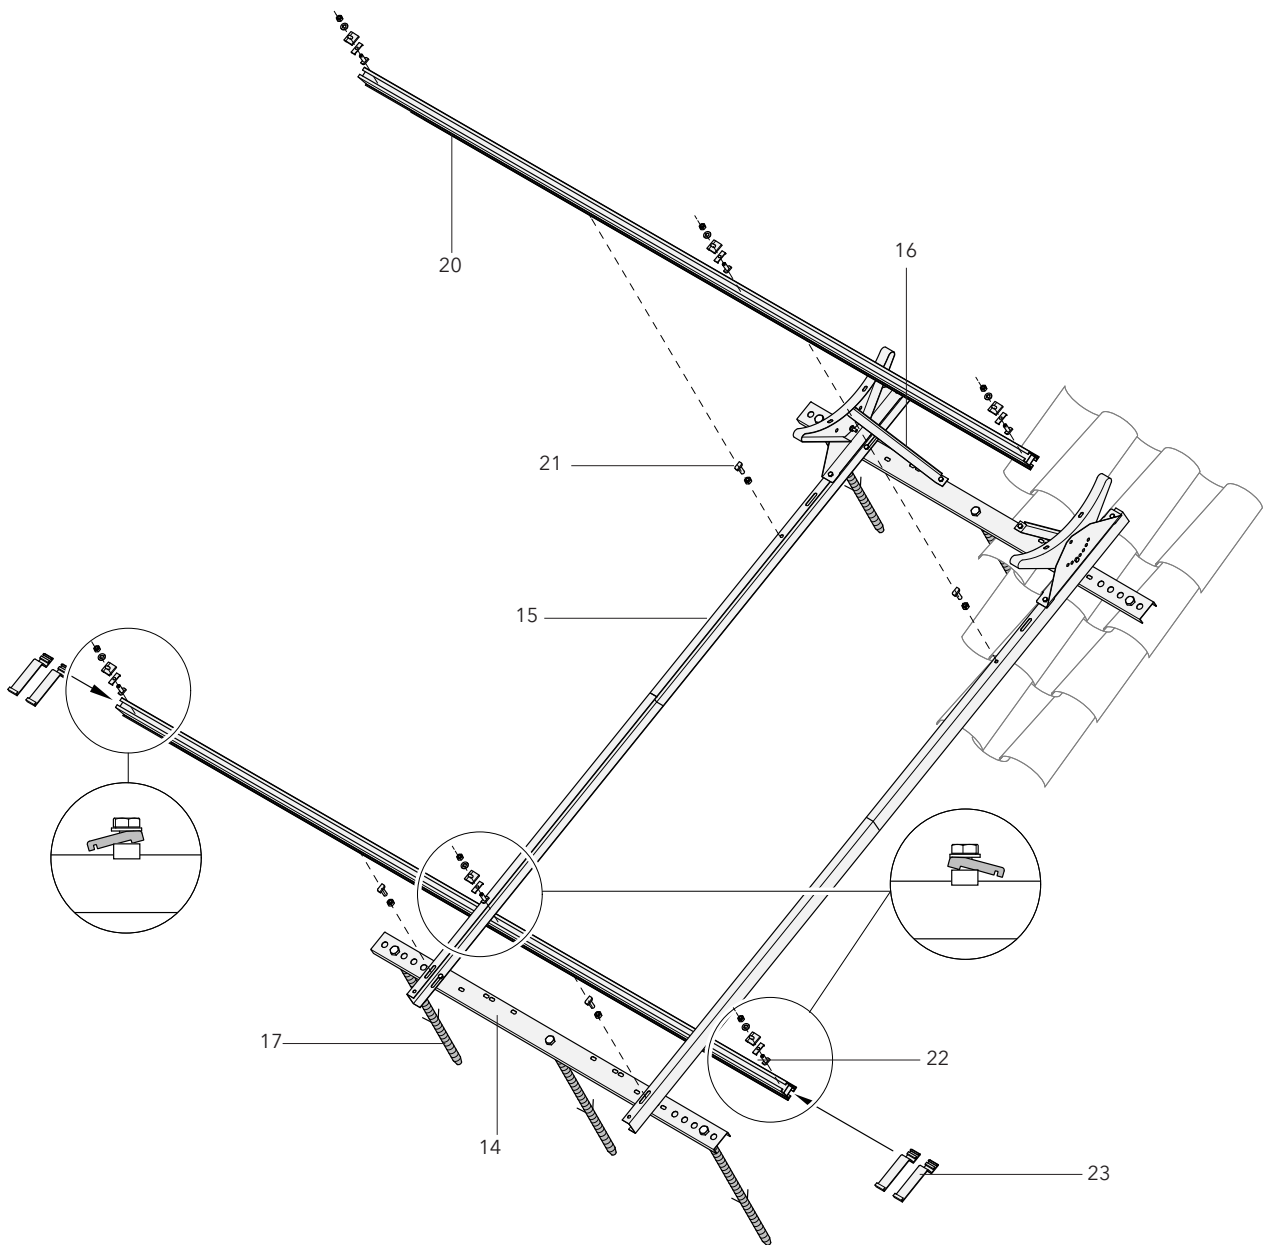
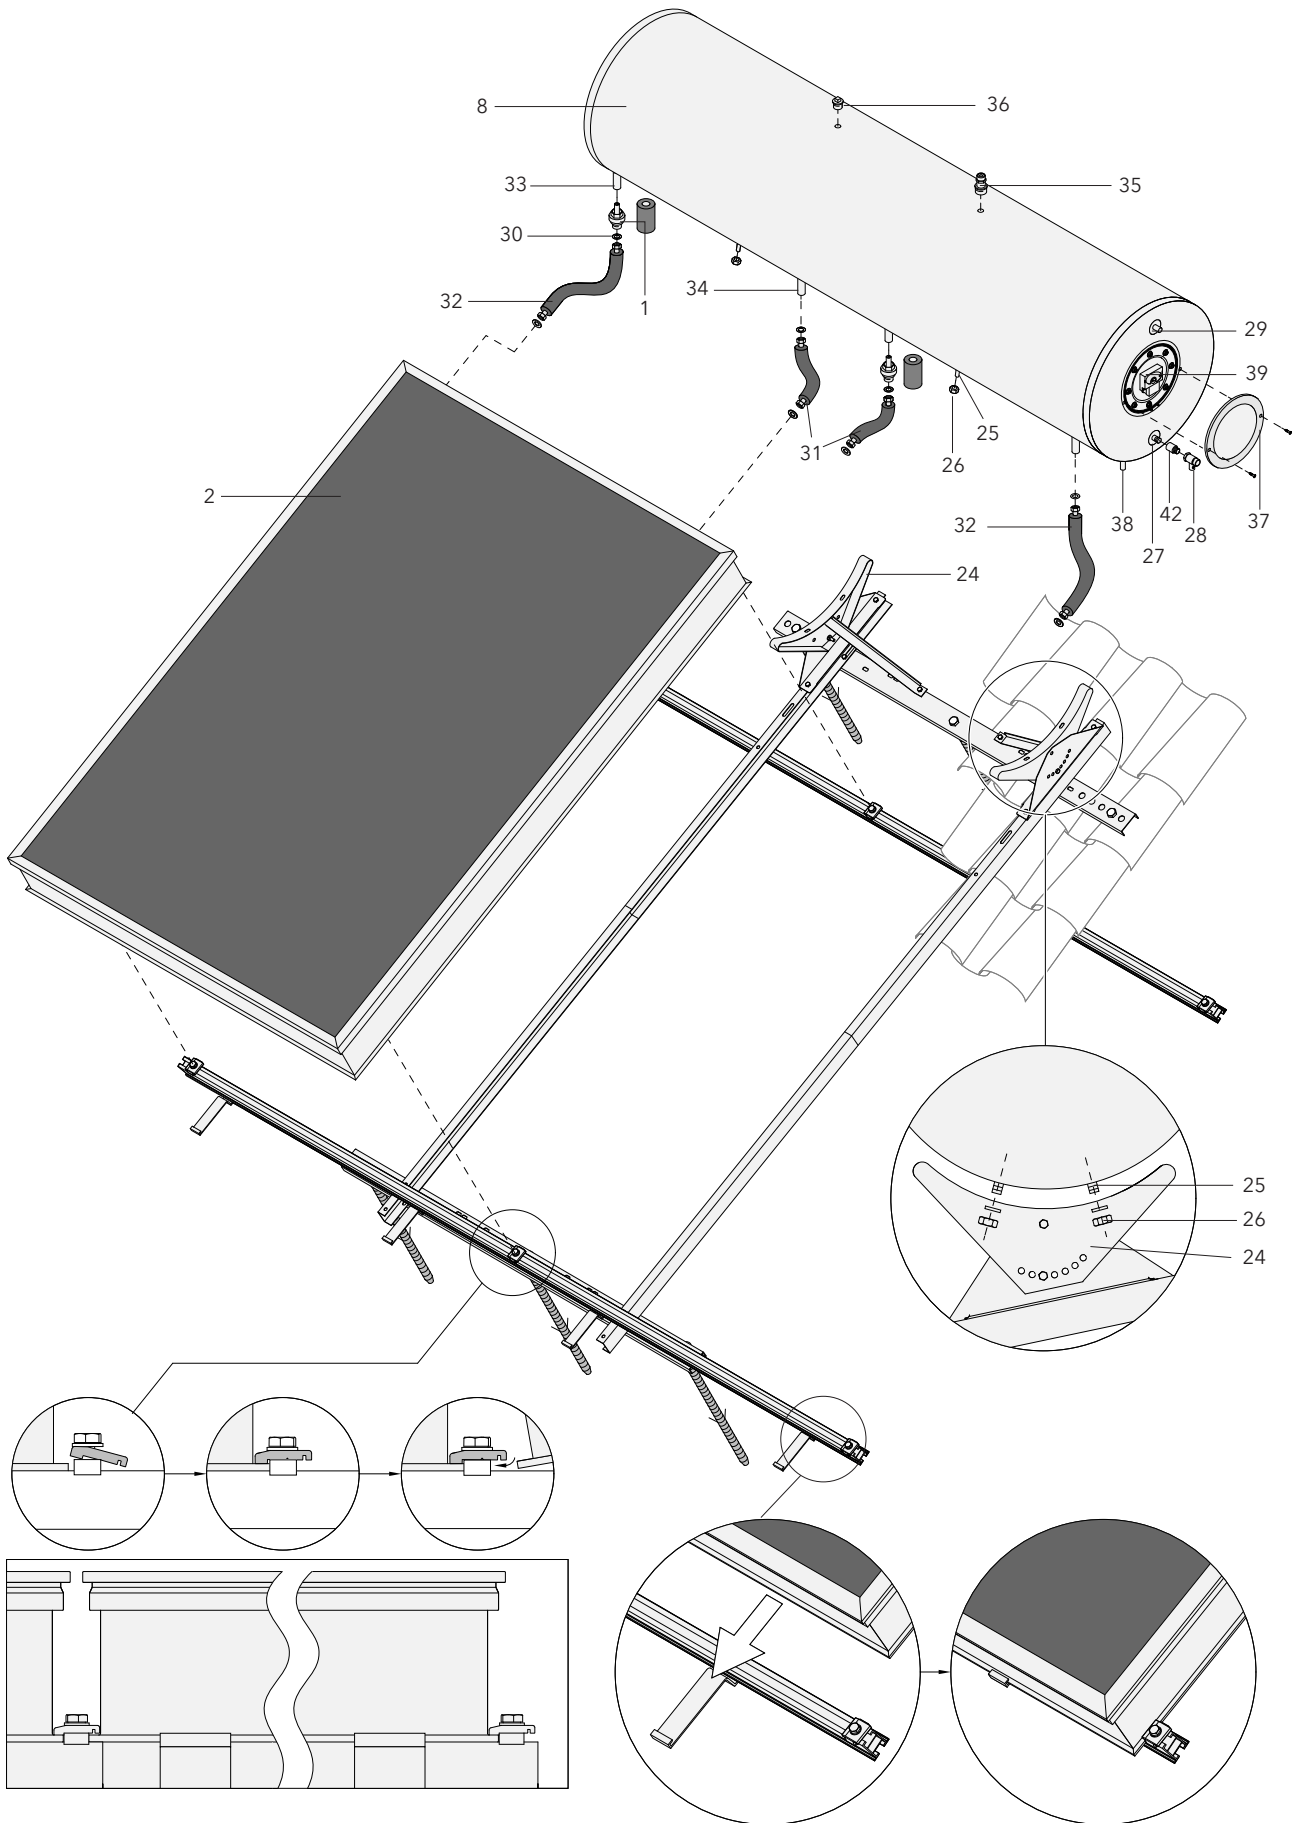

Abb. 12 Lieferumfang Gestell und Gestellerweiterung SECUterm 300 I (Positionsnummern s. Tab. 4)
Abb. 13 Lieferumfang von SECUterm 300 I sowie Montage von Kollektor, Speicher und Anschlussteilen (Positionsnummern siehe Tab. 4, S.12)
Tab. 4 Positionsnummern aus Abb. 12 und Abb. 13
- Kollektorhalter (23) seitlich in die Montageschiene einführen (Abb. 12) und in Endposition bringen (Lupe Abb. 13).
- Alle Kollektorklemmen (22) auf den Montageschienen (20) vormontieren (Abb. 12). Dazu jeweils die Klemmen mit Unterlegscheibe, Mutter und Hammerkopfschraube an Montageschienen locker befestigen, so
- Montageschienen (20) mit Hammerkopfschrauben und Muttern (21) auf Längsschienen (15) fixieren (Abb. 12). Dabei darauf achten, dass sich der Hammerkopf in der Montageschiene um 90° dreht und verkantet (sichtbar an der Nut auf der Schraubenunterseite)!
- Kollektor (2) von rechts gegen Kollektorklemmen links außen schieben und in die Kollektorhalter herunterrutschen lassen.
- Zweiten Kollektor von rechts gegen mittige Kollektorklemme schieben und in Kollektorhalter rutschen lassen (s. Abb. 13 untere Bildlupen).
- Den Speicher (8) auf die Speicherhalterungen (24) mit den vier Gewindebolzen (25) in die entsprechenden Bohrungen einsetzen (Abb. 13, Lupe). Die Trinkwasseranschlüsse müssen sich dabei auf der rechten Seite des Speichers befinden (Abb. 13).
- Speicher beidseitig mit je zwei Muttern und Unterlegscheiben (26) festschrauben.
- Beide Solarkreise wechselseitig mit Wasser spülen durch Anschließen eines Schlauchs jeweils am Solarkreis-Vorlauf (33) und anschließend am Solarkreis-Rücklauf (34).
- Die vier Edelstahl-Wellschläuche (31 u. 32) mit den Kollektoranschlüssen ½" AG flachdichtend verbinden, so dass sich die längeren Edelstahl-Wellschläuche (32) an den Außenseiten befinden (s. Abb. 13). Dafür die Flachdichtungen (30) verwenden und dabei den Anschlussstutzen mit zweitem Maulschlüssel festhalten, um ein Beschädigen des Absorbers zu vermeiden!
- Die beiden Thermostatventile (1) an den rot markierten Vorlauf-Anschlüssen (33) des Speichers montieren. Dazu geeignetes Dichtmittel verwenden. Dämmungen
Die Anlage muss alle zwei Jahre von Fachpersonal überprüft werden. Folgende Maßnahmen sind durchzuführen (Abb. 11 und Abb. 13 bzw. Abb. 14):